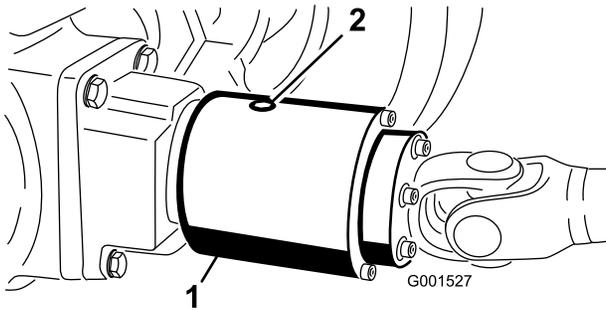

Figura 64
- Girate la frizione in modo che il tappo di spurgo sia in posizione discendente (Figura 64).